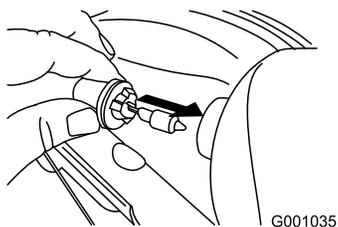

Figura 57
4. Inserite la nuova lampadina nel retro del faro (Figura 57).